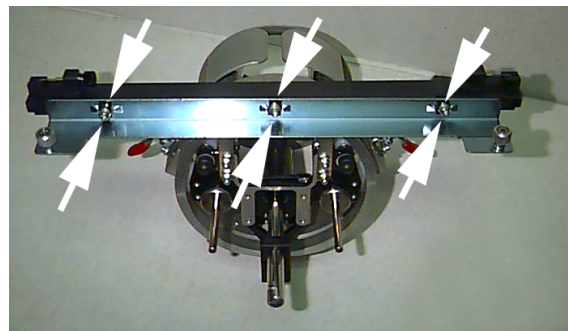

Figure 3-7
11. Com uma chave sextavada de 3 mm de braço curto, apertar os 3 parafusos de sextavado interior na abraçadeira de interface até que as abraçadeiras se toquem ligeiramente. A abraçadeira das interfaces tem de poder sempre ser deslocada para cima e para baixo. Na Fig. 3-7 é possível ver a localização dos parafusos.